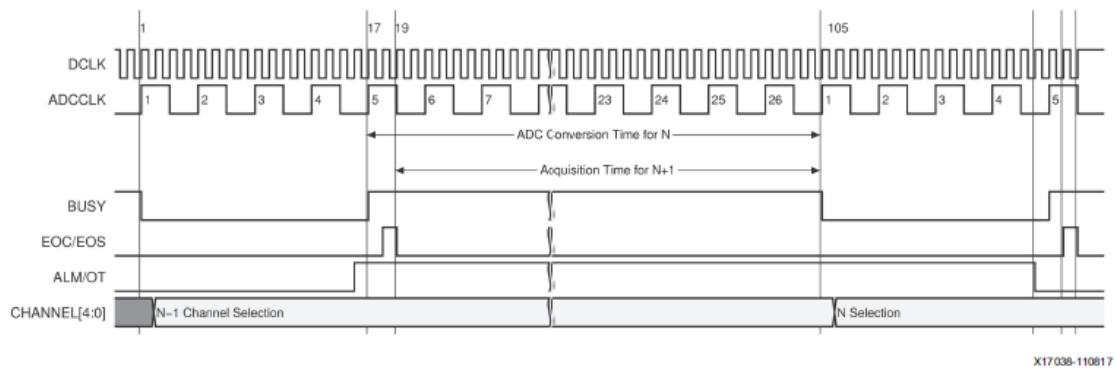

Figura 35: Muestreo Continuo
- **Modo continuo:** en el cual el ADC automáticamente empieza una nueva conversión cuando acaba el ciclo de conversión actual. El proceso de conversión de analógico a digital está compuesto por dos fases: la fase de adquisición y la fase de conversión. La secuencia de muestreo de una tensión se ve reflejada en la Figura 35.